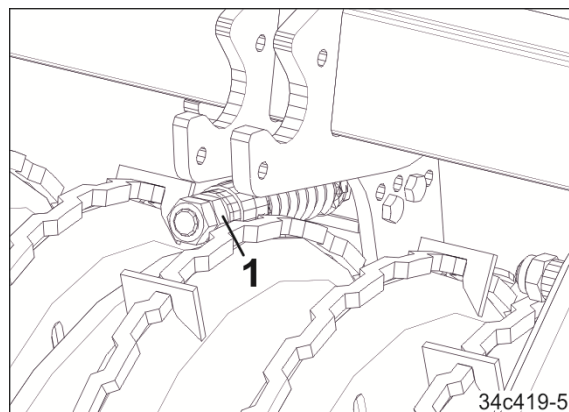

Fig. 166
2. Răsuciți piulița hexagonală (Fig. 166/1) la pachetul de arcuri atât de mult, până când capetele cuțitelor se închid cu marginile tăvălugului. Asigurați piulița hexagonală.